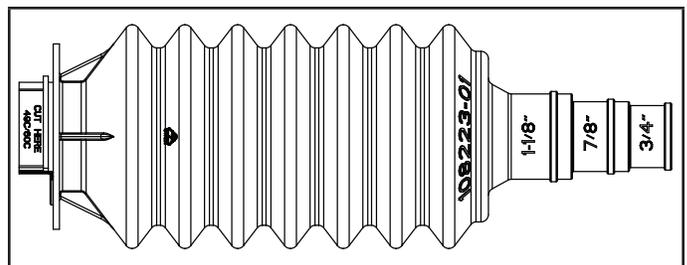

FIGURE 3. Manchon de connexion du jeu de conduites
- 2 - Déterminez la taille de la conduite d'aspiration du réfrigérant. Pour les conduites d'aspiration de 7/8 po ou 1-1/8 po, coupez l'extrémité la plus petite du manchon de connexion du jeu de conduites le plus grand de manière à pouvoir accueillir les conduites de réfrigérant (voir figure 3).
REMARQUE – Pour les tailles 50C et 60C, coupez la section marquée sur le manchon de connexion (voir figure 3).